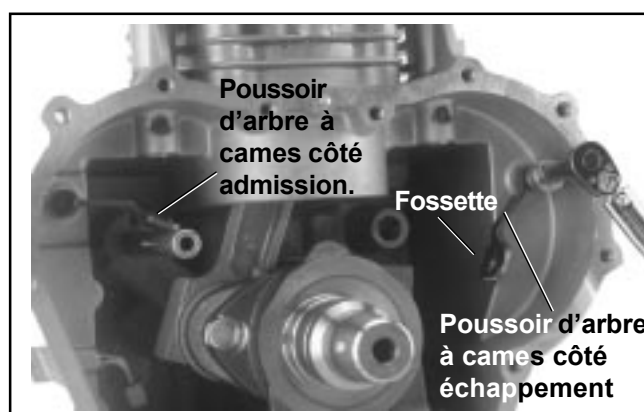

Figure 10-20. Installation des leviers à cames.
1. Installer les deux leviers à cames comme indiqué à la Figure 10-20. La « fossette » sur laquelle le poussoir est installé doit être tournée vers le haut. Attacher chaque levier à cames à l'aide d'une vis hexagonale M6. Serrer les vis au couple de **7,5 Nm (65 in. lb.)**. Lubrifier la fossette et la base du levier à cames avec de la graisse ou de l'huile.